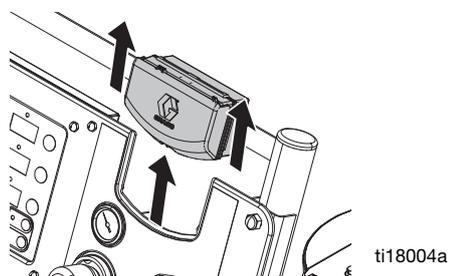

FIG. 19. Desmontaje del DataTrak
3. Retire el módulo DataTrak de la ménsula. Consulte la FIG. 19. Lleve el módulo y el cable unido a una ubicación no peligrosa.